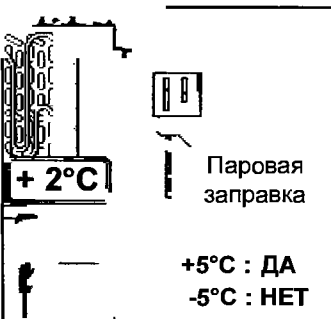

Рис. 61.2.
2) Паровая заправка (см. рис. 61.2)